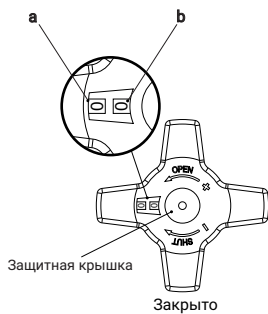

рис. 1
- Настройка производится с помощью рукоятки (без использования дополнительных инструментов) и двух смотровых окон: а - показывает полные обороты; б - показывает десятые части оборота (рис. 1).
- Полностью закройте клапан, значение индикатора показывает 0,0 (рис. 1).